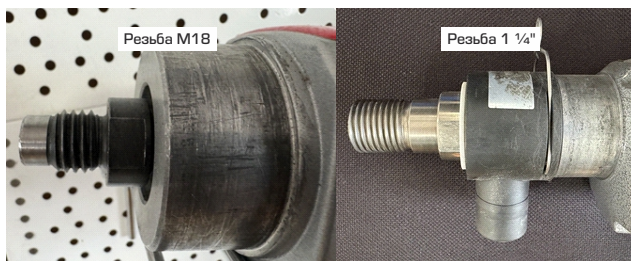

рис. 14
12. Вал двигателя должен иметь резьбу M18 или 1 1/4" (рис. 14)